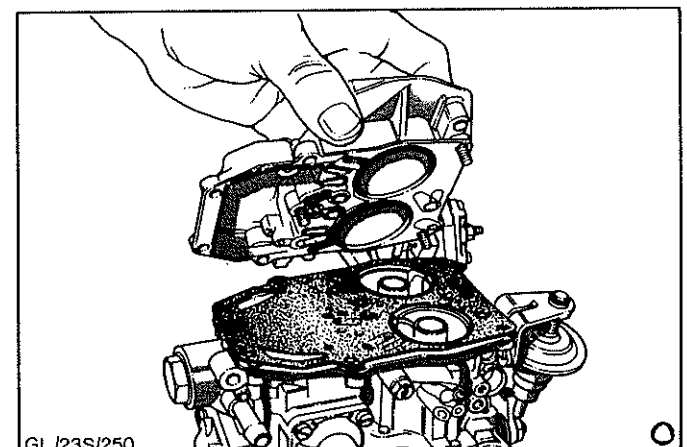

Abb.38 Abheben des Vergaserdeckels
- b) Schrauben (7) im Vergaserdeckel entfernen, Verbindungsstange der Startautomatik aushängen und Vergaserdeckel abheben, Abb.38.